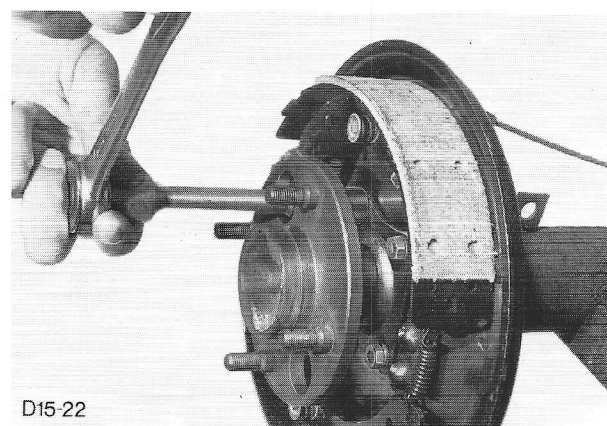

Fig.71 Draai de bouten van de steekas vast.
57. Schuif de ankerplaten over de steekassen en schuif de steekassen in de askokers. Zet de boutgaten in lijn, breng de bouten aan en draai ze met het voorgeschreven aantrekkoppel vast (fig.71).